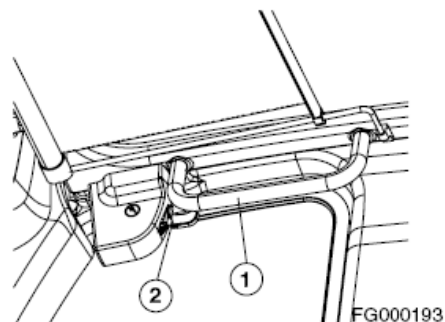

Figura 87
3. Sujete los asideros superiores (1, Figura 87) de la ventana frontal con ambas manos y -tire de las palancas de enclavamiento (2, Figura 87) para desbloquearla.